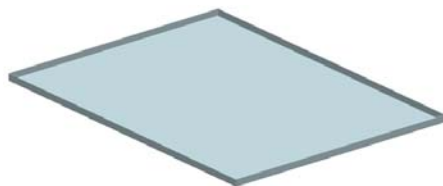

图 11-174 创建弯边特征
(10) 在“弯边”对话框中, 单击 **确定** 按钮, 创建弯边特征 4, 如图 11-174 所示。